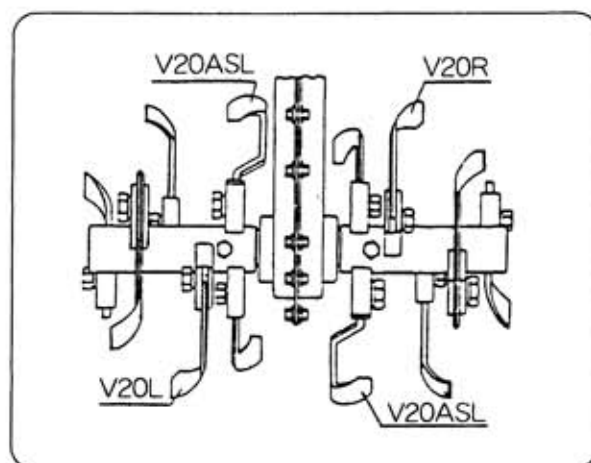

図54
(8) 溝堀セット45 (図54)
耕うん刃の取付けは図54に示すようにセットしてください。